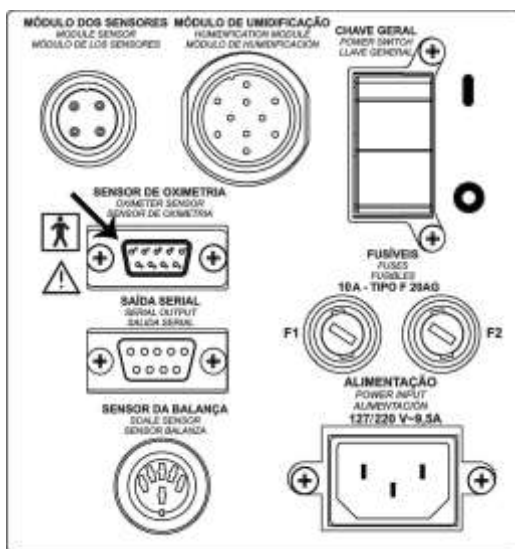

Figura 88 – Instalando a oximetria
1. O sistema oximetria integrado vem instalado da fábrica, o usuário precisa apenas conectar o cabo do sensor no painel lateral, conforme figura 88.